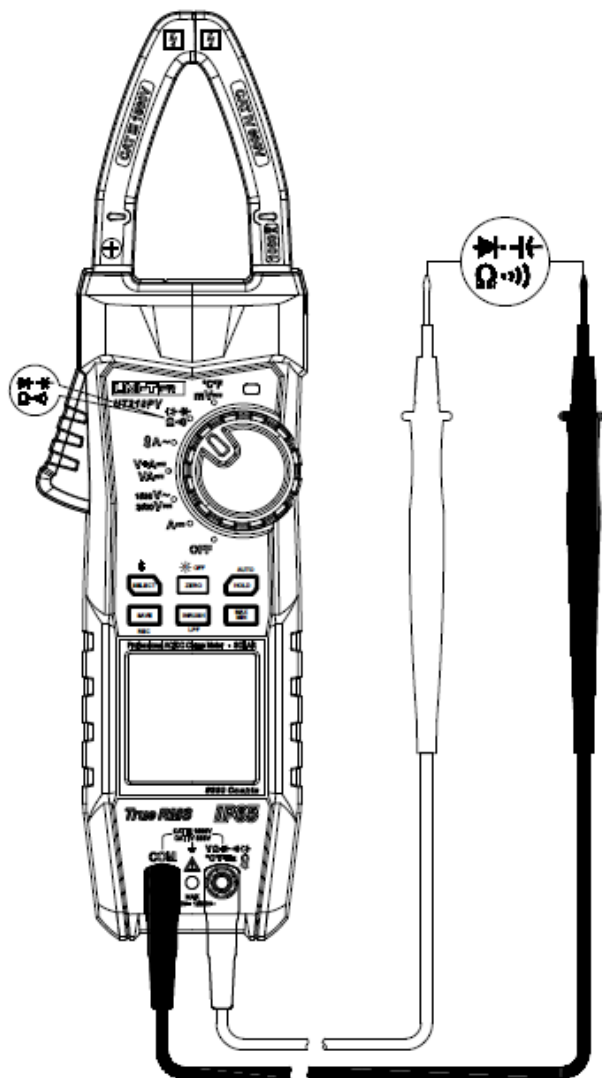

Figura 10
5. Misura della resistenza (Figura 10)
6. Misura del diodo (Figura 10)
7. Misura della capacità (Figura 10)